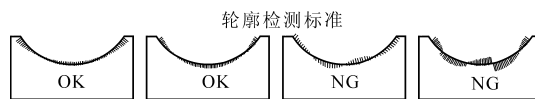

图3 轮廓度结构
①重点尺寸保证,测量刃径、刃长、后角、剪切角等主要尺寸在公差范围内;②轮廓测量,轮廓度小于0.02,且轮廓度需保证单调一致性,即轮廓中间不能
出现内、外偏差交替(见图3);③外观测量,刃口在100倍显微镜下无锯齿,刃口不能有裂纹、崩缺等现象;④钝化值测量,钝化圆弧小于0.005,轮廓后角宽度均匀一致。